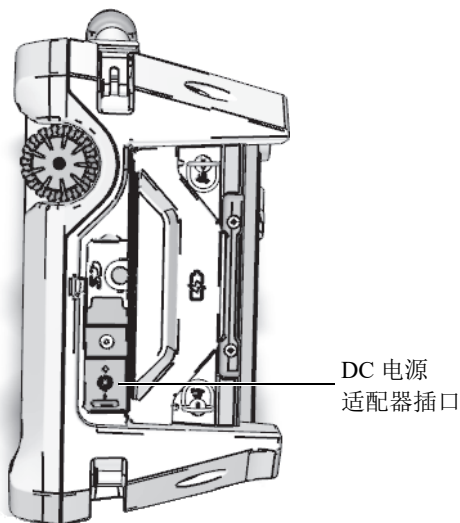

图 2-3 OmniScan MX2 仪器的 DC 电源适配器插口
2. 掀起位于 OmniScan MX2 仪器右侧面板上、盖住 DC 适配器插口的橡胶密封盖（参见第 42 页的图 2-3）。
3. 将 DC 电源适配器连入到 OmniScan MX2 仪器的 DC 电源适配器插口中（参见第 42 页的图 2-3）。